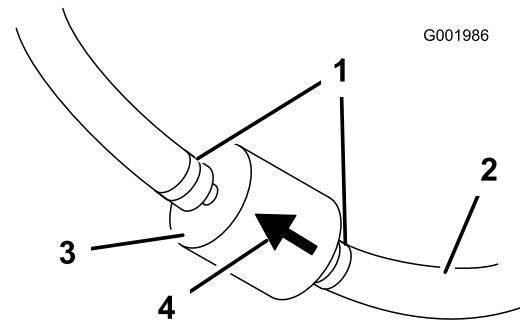

Figure 53
- Pincez les extrémités des colliers et faites glisser ceux-ci pour les éloigner du filtre (Figure 53).